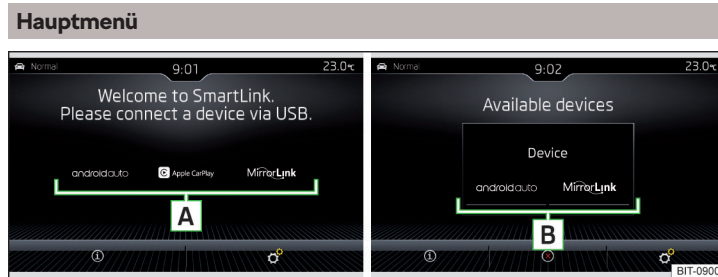

Abb. 155 **Unterstützte Kommunikationssysteme / Beispiel verfügbarer Kommunikationssysteme des angeschlossenen externen Geräts**
Ist kein externes Gerät angeschlossen, dann wird ein Menü mit unterstützten Kommunikationssystemen SmartLink angezeigt **A** » Abb. 155.
### **Hauptmenü** » Abb. 155
- › Die Verbindung mittels „Android Auto“ **B** » Abb. 155 auf Seite 142 wählen.
- Die Verbindung mittels „Apple CarPlay“ **B** » Abb. 155 auf Seite 142 wählen.
- › Die Verbindung mittels „MirrorLink®“ **B** » Abb. 155 auf Seite 142 wählen.